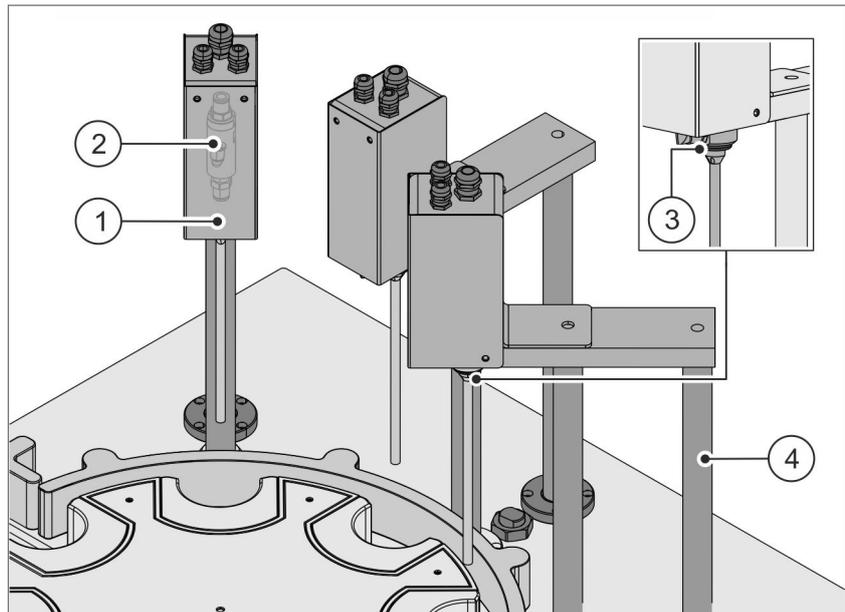

Abb. 9 Abfüllköpfe
- ① Abfüllkopf (mit Füllrohr)
- ② Bierventil (innenliegend)
- ③ Flaschendichtung (O-Ring)
- ④ Führungsstange
Über die 3 Abfüllköpfe Abb. 9/① werden die Glasflaschen mit Abfüllmedien befüllt. Sobald 3 leere Glasflaschen durch den Drehstern unter die Abfüllköpfe getaktet wurden, senken sich die Abfüllköpfe ab und fahren mit den Füllrohren in die Flaschen ein. Die Flaschendichtung Abb. 9/③ sitzt dabei formschlüssig auf dem Flaschenmund auf.
Die Bierventile Abb. 9/② steuern durch Öffnen oder Schließen die Abfüllmediumzufuhr.